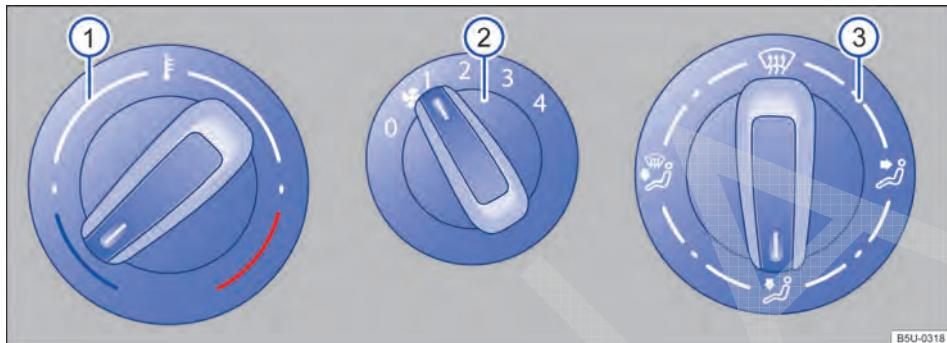
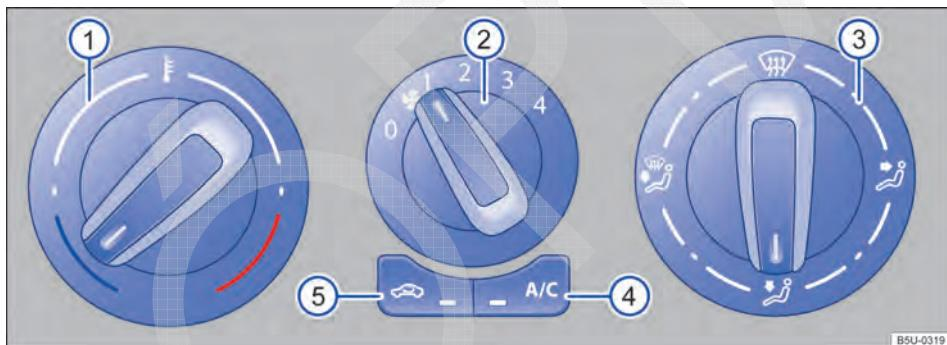

Fig. 140 Comandos do sistema de ventilação e aquecimento.
Fig. 141 Comandos do ar-condicionado.
Comandos	Informações complementares do sistema de ventilação e aquecimento → Fig. 140 e ar-condicionado → Fig. 141.
Comandos Informações complementares do sistema de ventilação e aquecimento → Fig. 140 e ar-condicionado → Fig. 141.
- Em veículos com sistema de aquecimento, girar o botão da temperatura → Fig. 140 ① totalmente para a direita, para a posição máxima de aquecimento.
- Girar o botão de distribuição de ar ③ para a posição .
- Girar o botão do ventilador ② para o nível 3 ou 4.
- Girar o botão da distribuição de ar → **Fig. 141** ③ para a posição , nesta posição o modo de recirculação de ar é automaticamente desligado.
- Girar o botão do ventilador ② no nível 3 ou 4.
- Girar o botão da temperatura ① para a posição desejada.